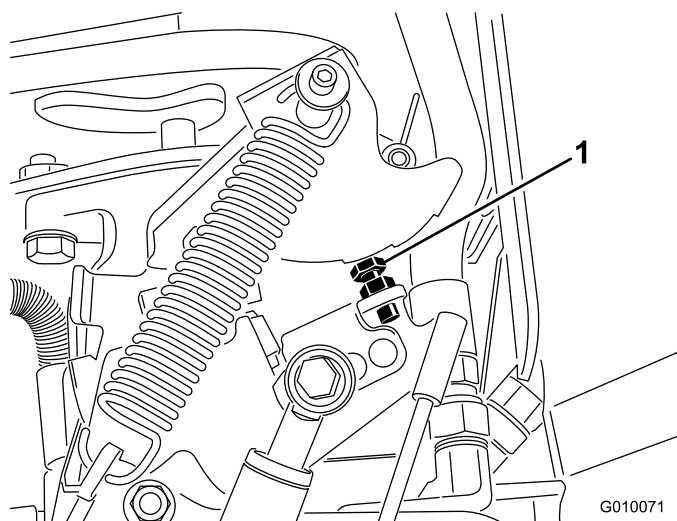

Figura 67
5. Si es necesario realizar un ajuste, gire el perno de tope de la bomba (Figura 67) acercándolo a la placa de tope para reducir el espaciado de las perforaciones, o gire el perno de tope alejándolo de la placa de tope para aumentar el espaciado de las perforaciones.